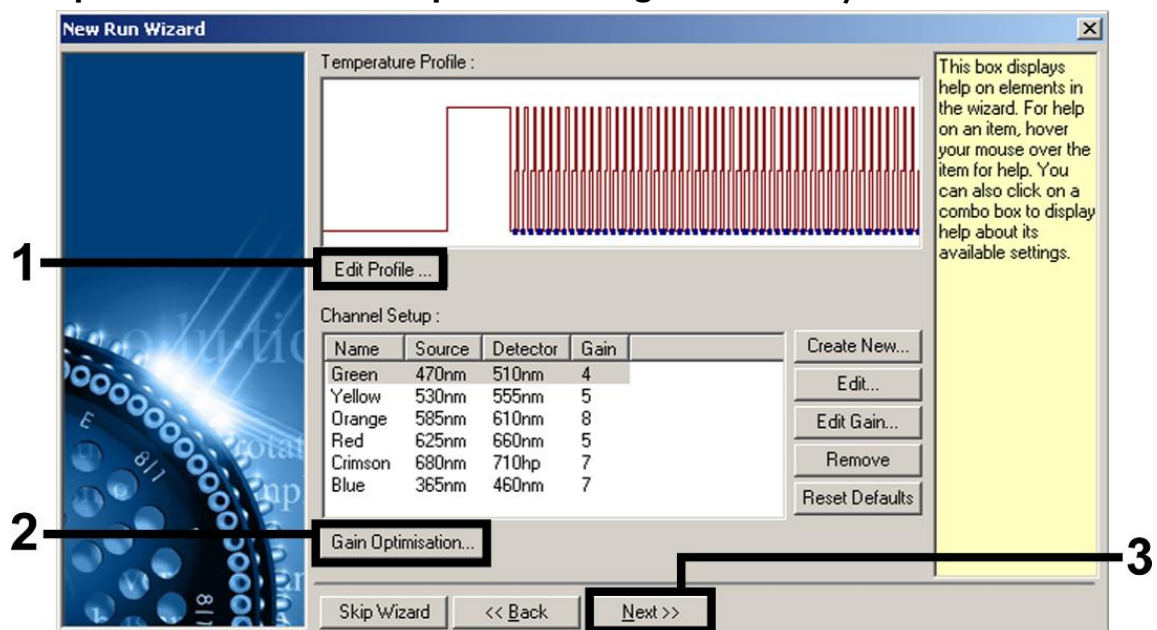
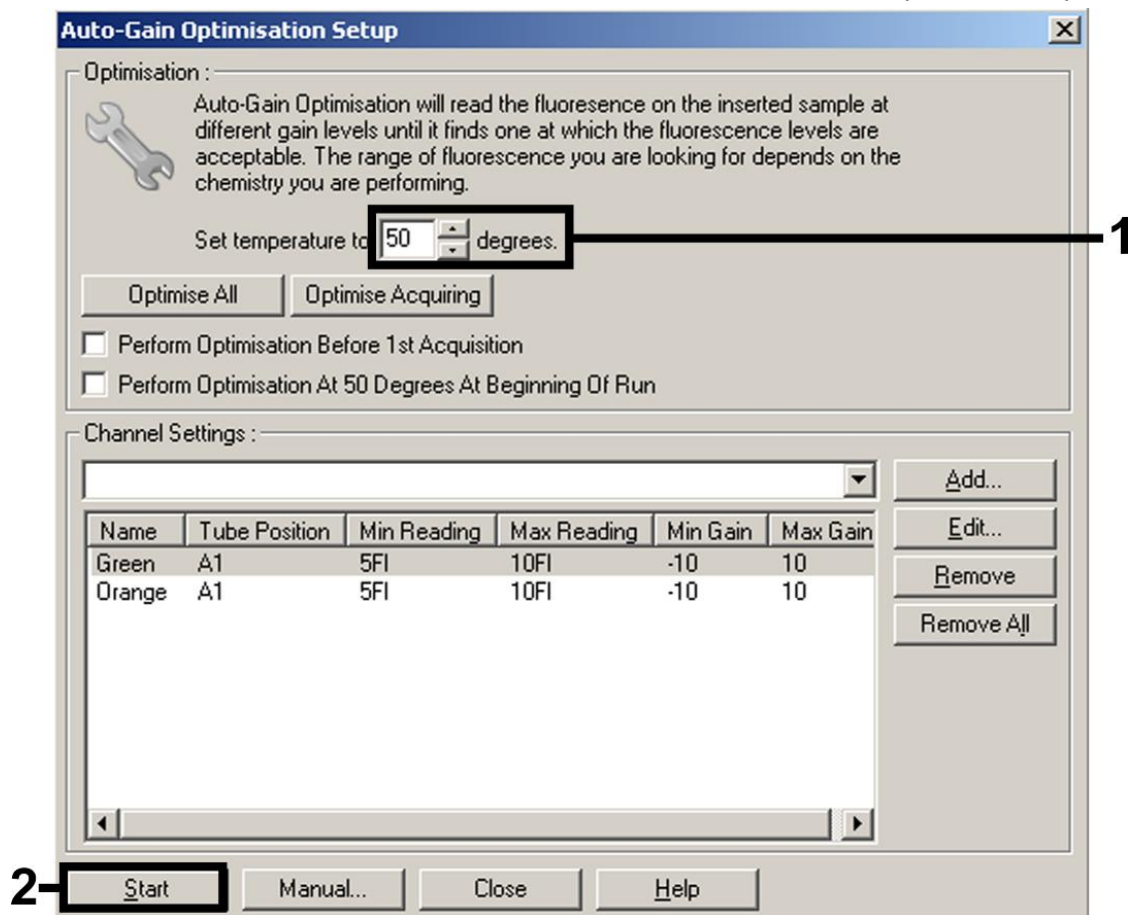

Figure 9. Modification du profil.
Figure 13. Ajustement de la sensibilité du canal de fluorescence
Ajustement de la sensibilité du canal de fluorescence	Figure 13
6. Dans la boîte de dialogue « New Run Wizard », cliquer sur le bouton « Edit Profile » (modifier profil) (figure 9) et programmer le profil de température comme indiqué sur les figures 9 à 12).
7. La tranche de détection des canaux de fluorescence doit être déterminée selon les intensités de fluorescence des tubes de PCR. Dans la boîte de dialogue « New Run Wizard », cliquer sur « Gain Optimisation » (optimisation de l'augmentation) (cf. figure 9) pour ouvrir la boîte de dialogue « Auto-Gain Optimisation Setup » (configuration de l'optimisation de l'augmentation automatique). Fixer la température de calibrage à 50 pour qu'elle corresponde à la température de recuit du programme d'amplification (figure 13).